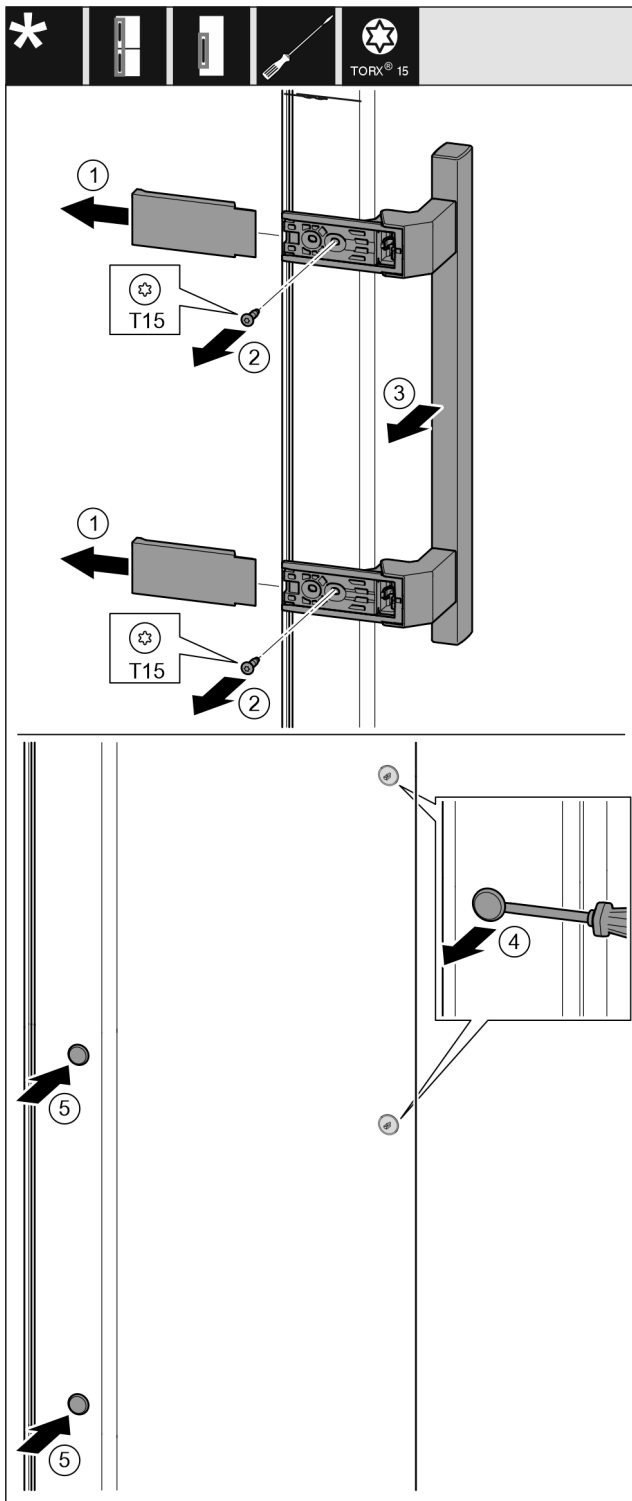

Fig. 22
- ▶ Снимите крышку. Fig. 22 (1)
- ▶ Выкрутите винты отверткой T15. Fig. 22 (2)
- ▶ Снимите ручку. Fig. 22 (3)
- ▶ Осторожно приподнимите шлицевой отверткой боковые заглушки и выньте их. Fig. 22 (4)
- ▶ Снова вставьте заглушки с другой стороны. Fig. 22 (5)